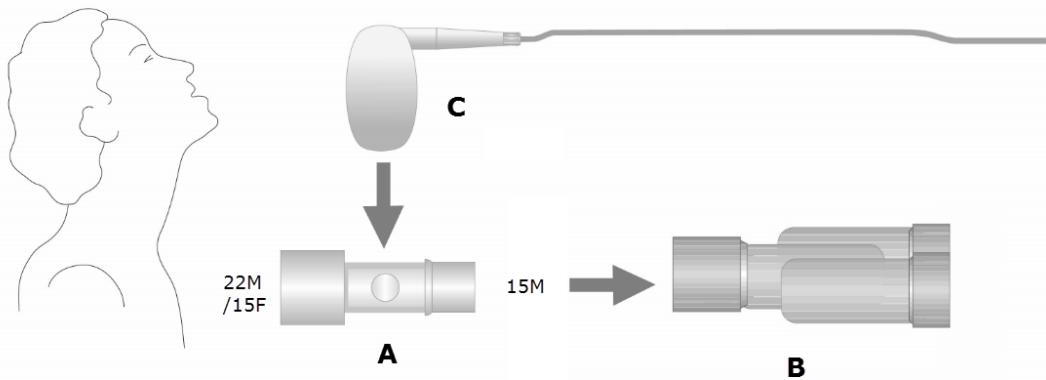

Fig. 1
1. Connect the cuvette (A) to the patient connector of the breathing system (B) using a push and twist action. (fig.1).
2. Connect the CO₂ sensor (C) on to the cuvette.
ways so condensation runs down and away from the windows. (fig.1). Build up of condensation or secretions in the cuvette can obscure the windows and may result in incorrect CO₂ readings.
CAUTION: The cable of the sensor should point in the direction of the ventilator and away from the patient (fig.1).
1. Raccordez la cuvette (A) au raccord patient du système respiratoire (B) par pression et rotation (fig.1).
2. Raccordez le capteur de CO₂ (C) sur la cuvette.
MISE EN GARDE: Le capteur doit être installé sur la partie supérieure de la cuvette avec les vitres de la cuvette positionnées de manière oblique pour que la condensation s'écoule vers le bas et s'éloigne des vitres (fig.1). L'accumulation de condensation ou de sécrétions dans la cuvette peut rendre les vitres opaques et peut entraîner des erreurs de lecture des mesures de CO₂.
MISE EN GARDE: Le câble du capteur doit être orienté en direction du ventilateur et être loin du patient (fig.1).